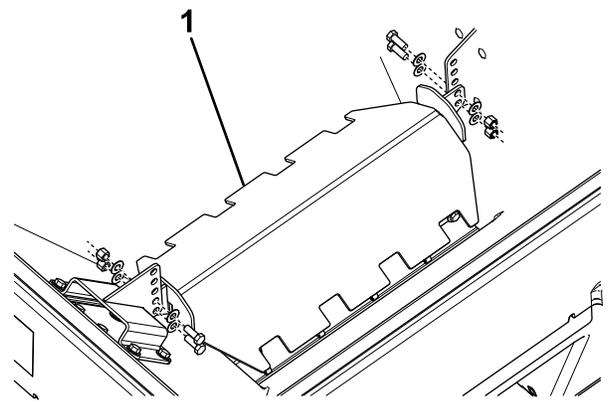

Figure 17
4. Retirez les fixations qui retiennent le déflecteur à l'intérieur de l'épandeur (Figure 17).
5. Montez ou descendez le déflecteur à la hauteur voulue et fixez-le avec les fixations retirées précédemment (Figure 17).